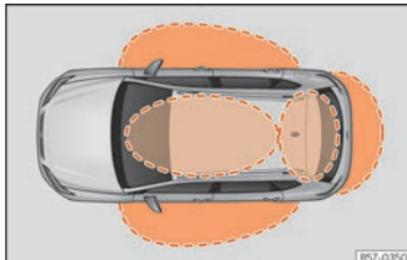
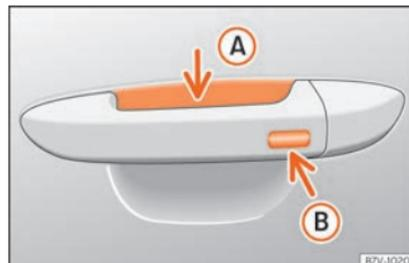

Fig. 91 Keyless Access: zonas de proximidade.
Fig. 92 Manípulo da porta: superfícies sensoras
»» Fig. 92
O Keyless Access é um sistema de fecho e arranque sem chave com o qual se pode destrancar e trancar o veículo sem utilizar ativamente a chave do mesmo. Para isso, só é necessário que exista uma chave do veículo válida na zona de deteção correspondente à tentativa de acesso ao veículo »» Fig. 91 e tocar numa das superfícies sensoras dos manípulos das portas »» Fig. 92 ou acionar o softtouch/pega da porta da bagageira »» Página 118 »» .
Se detetar uma chave válida numa das zonas próximas »» **Fig. 91**, o sistema de fecho e arranque sem chave Keyless Access atribui à referida chave direitos de acesso quando se toca numa das superfícies sensoras dos manípulos das portas ou se aciona o *soft-touch*/pega situado na porta da bagageira.
- Empurre o manípulo de uma das portas dianteiras. Ao fazê-lo, toca-se na superfície sensora »» **Fig. 92 A** [seta] do manípulo e destranca-se o veículo.
- Toque *uma vez* na superfície sensora de bloqueio »» **Fig. 92 B** [seta] do manípulo de uma das portas dianteiras. A porta cujo manípulo se aciona deverá estar fechada.
»» **Fig. 92 (B)** (seta) do manípulo de uma das portas dianteiras. O veículo é trancado com o sistema de segurança «Safe» »» **Página 113**. A porta cujo manípulo se aciona deverá estar fechada.
»» **Fig. 92 (B)** (seta) do manípulo de uma das portas dianteiras para trancar o veículo sem ativar o sistema de segurança «Safe» »» **Página 113**.
Quando o veículo está trancado, a porta da bagageira destranca-se ao abri-lo se numa zona próxima »» **Fig. 91** se encontrar uma chave do veículo válida.
- Pressione o botão de fecho  do comando à distância e toque uma vez, dentro dos 5 segundos seguintes, na superfície sensora de bloqueio do manípulo da porta do condutor »» **Fig. 92 (B)**. Não agarre o manípulo da porta, caso contrário o veículo não trancará. Também é possível levar a cabo a desativação se se bloquear o veículo através do fecho da porta do condutor.
Para **fechar com a função de conforto** todas as janelas elétricas e o teto de vidro, mantenha um dedo durante uns segundos sobre a superfície sensora de bloqueio »» **Fig. 92 (B)** (seta) do manípulo da porta até que as janelas e o teto se tenham fechado.
As superfícies sensoras dos manípulos das portas poderiam ativar-se ao receber um jato de água ou de vapor a grande pressão, caso existisse alguma chave do veículo válida na zona próxima. Se, pelo menos, uma das janelas com acionamento elétrico estiver aberta e se se ativar a superfície sensora »» Fig. 92 (seta) de um dos manípulos de forma permanente, fechar-se-ão todas as janelas.